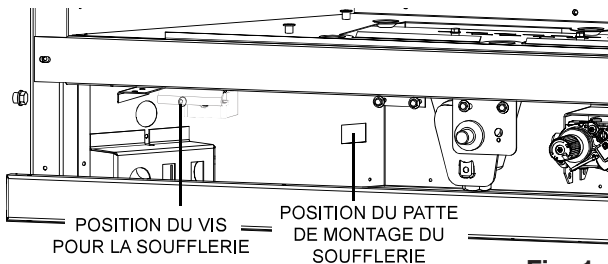

Fig. 1
6. Faites pivoter la soufflerie dans le bas de l'appareil. Assurez-vous que le joint d'étanchéité reste en place entre le soufflerie et l'appareil pendant que vous glissez le soufflerie contre la côté gauche dans la patte du montage du soufflerie. Fixez en place utilisant une vis (**Fig. 1 and 2**).